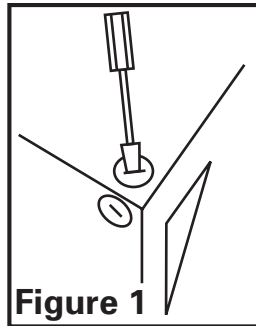

Figure 1
- Sélectionner l'alvéole défonçable la mieux appropriée et l'enlever à l'aide d'un tournevis à lame plate (**Figure 1**).